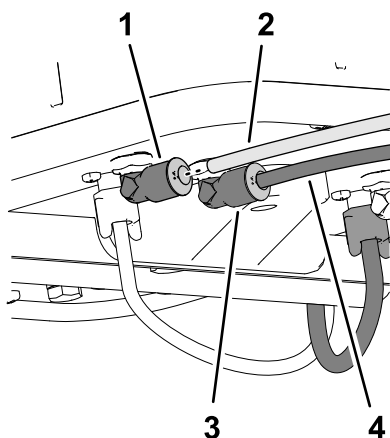

Рисунок 141
2. Вставьте прозрачную трубку в штуцер для воздуха на боковой пластине компрессора (Рисунок 140 и Рисунок 141).
- Вставьте синюю трубку в штуцер для жидкости на боковой пластине компрессора (Рисунок 140 и Рисунок 141).
- Вставьте прозрачную трубку в штуцер для воздуха на боковой пластине компрессора (Рисунок 140 и Рисунок 141).